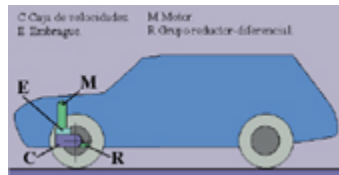

Fig. 2
- **Motor delantero y tracción (fig. 2)**